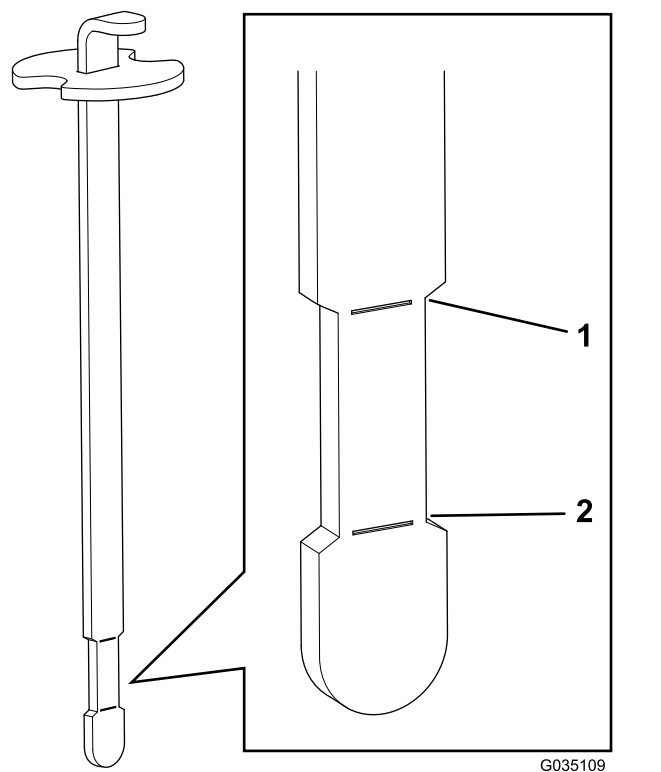

Figura 40
6. Introducei joja în buon, apoi scoatei-o i verificai nivelul de ulei (**Figura 40**).